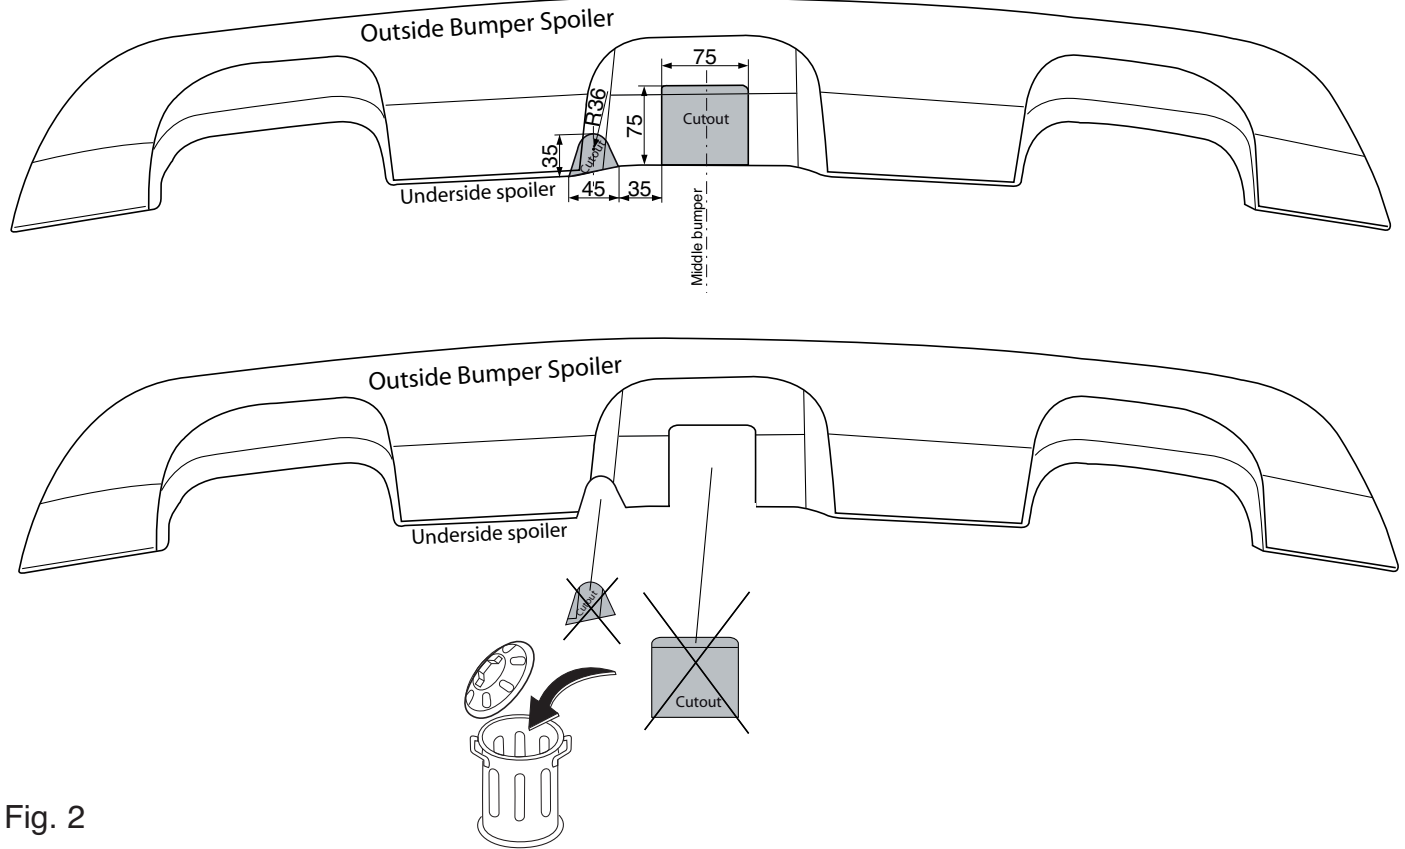

Fig. 2
5. Выпилить часть из спойлера, как указано на рис. 2 .